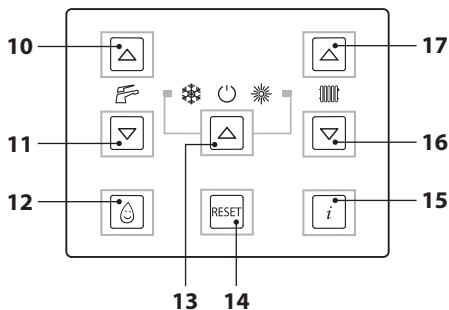
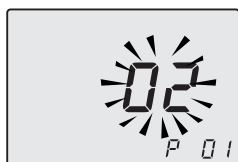
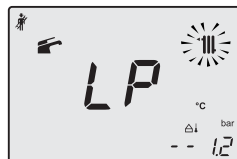

Рисунок 9.8
Рисунок 9.9
Рисунок 9.10
- Войдите в "режим программирования", нажав одновременно и удерживая в течение 10 секунд кнопки 13-16-17 (Рисунок 9.8), до появления на ЖК дисплее кода **P01** и значения параметра, которые указывают на вход в "параметр 01" (Рисунок 9.9).
- Нажать одновременно кнопки 16 и 17 (Рисунок 9.8) до появления на ЖК-дисплее кода **LP**, сменяющегося значением минимальной температуры воды (например, **45**), что указывает на вход для активации "режима трубочист" при минимальной мощности горячего водоснабжения (Рисунок 9.10).
- Нажать одновременно кнопки 16 и 17 (Рисунок 9.8) до появления на ЖК-дисплее кода **hP**, сменяющегося значением минимальной температуры воды для отопления (например, **32**), что указывает на вход для активации "режима трубочист" при минимальной мощности отопления (Рисунок 9.11).
- Снова нажав одновременно в течение 10 секунд кнопки 13-16-17 (Рисунок 9.8), можно выйти из "режима трубочист" и вер-